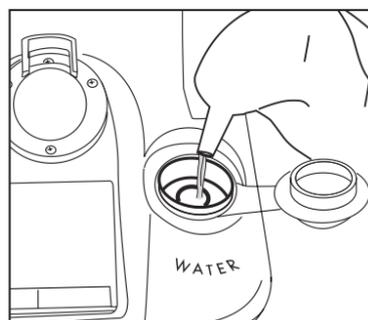

Abb. 3
Verwenden Sie kein entmineralisiertes oder zu saures Wasser siehe Bedingung Anwendung der Garantie. Öffnen Sie den Einfüllstutzen(9) von Hand; gießen Sie das Wasser in die Einfüllöffnung. Wenn der Tank vollständig gefüllt ist, schließen Sie den Verschluss wieder. **(Abb. 3)**